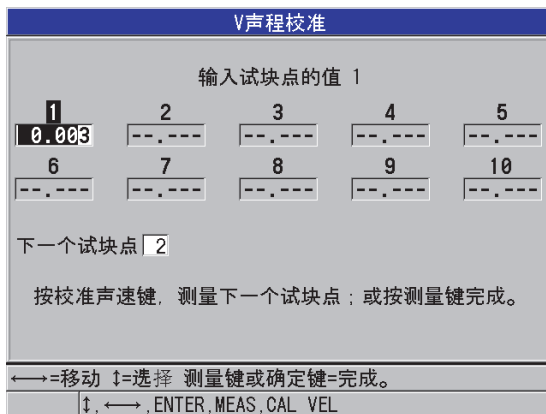

图 12-5 编辑 V 声程校准点 1 的值
9. 在 **V 声程校准** 屏幕中, 编辑点 **1** 的值, 使其与已知厚度相匹配 (参见第 222 页的图 12-5)。